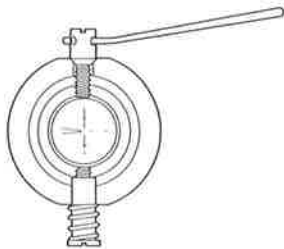
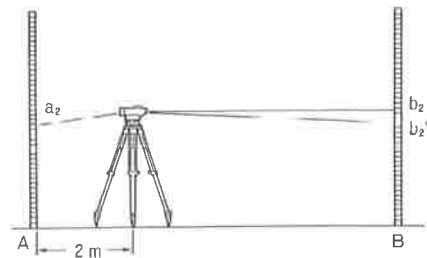

図6.8
図6.6
- 4) 調整ピン⑰を使って、 $b_2' = b_2$ になるまで調整します。例えば、図 6.6 の場合、 b_2 の値が大きすぎるので、十字線を下げする必要があります。この場合は調整ねじを少しゆるめて下さい。また、十字線を上げたいときは調整ねじを締めて下さい。(図6.8)
- 2) 点Aから2mの地点に機械を設置し、再び $a_2 \cdot b_2$ を読みとります。(図6.6)